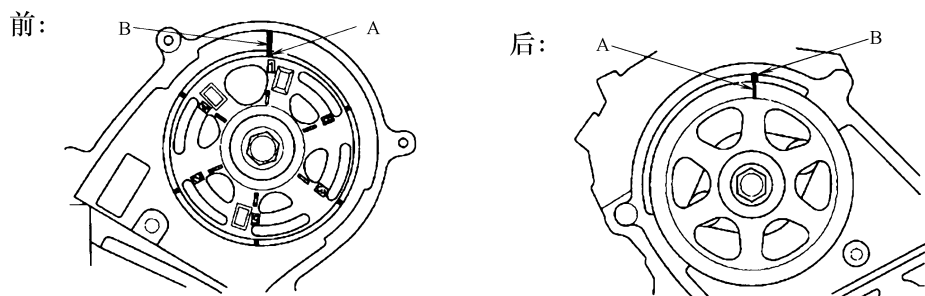

图 23-12 凸轮轴带轮标记 A 对准后盖指针 B
3) 按照图 23-12 所示, 把凸轮轴带轮上的标记 A 对准后盖上的指针 B, 使凸轮轴带轮设置到上止点位置。